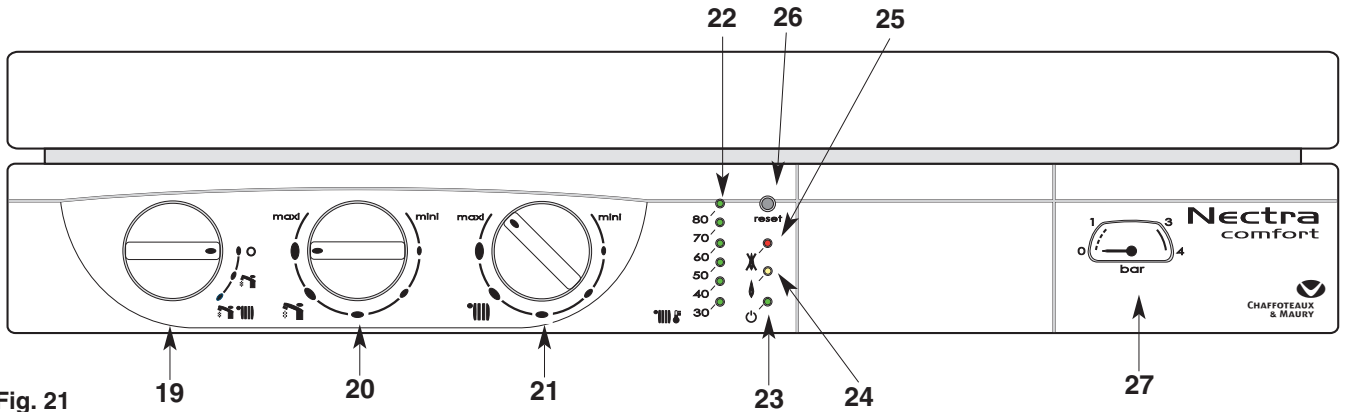

Fig. 21
Tableau de bord (fig. 21)
- Placez le commutateur **19** (fig. 21) en position
voyant vert **23** allumé ; le voyant orange **24** (fig. 21) s'allume chaque fois que le brûleur entre en fonction. Pendant un puisage sanitaire, la fonction chauffage est interrompue.
Le bouton de réglage du chauffage **21**  (fig. 21) donne la possibilité d'ajuster la température de l'eau du circuit de chauffage en fonction des besoins saisonniers.
L'indicateur **22**  (fig. 21) affiche cette température.
- Placez le commutateur **19** en position **O** le voyant vert **23** (fig. 21) reste allumé. La fonction hors gel de la chaudière reste active.
*Ne pas oublier de le rouvrir en début de saison de chauffage, lorsque l'on remplace le commutateur **19** (fig. 21) en position .*
Après vérification du circuit de ventilation (gaine, extracteur, etc...) il sera possible de réarmer la chaudière (en agissant sur le bouton **26** fig. 21), le thermostat, refroidi, aura remis le circuit et la température d'extraction des produits de combustion sera normale.